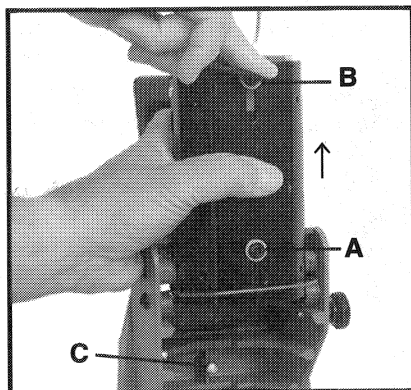

Fig. 3
5. Enganche el cierre de transporte en la posición **BAJA** antes de transportar o de almacenar la cortadora (Pocket Cutter®). **PARA ENGANCHARLO:** Empuje el grupo de motor contra el tornillo de tope de motor (vea la Fig. 3) y, mientras lo detiene, apriete la perilla de cierre en el sentido de las manecillas del reloj.
2. Voltee el grupo de motor boca arriba (vea la Fig. 3). Sujételo bien mientras afloja el tornillo inferior (B) de montaje del motor y deslice el motor hacia arriba hasta la profundidad máxima de corte. Apriete el tornillo inferior de montaje del motor.
1. Incline el grupo de motor hacia arriba y deténgalo mientras afloja el tornillo inferior de montaje del motor (C) Fig. 3.